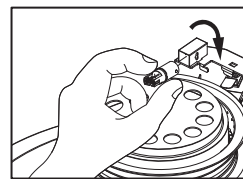

Fig.15
**Pour remplacer la bougie d'allumage (Fig. 15);**